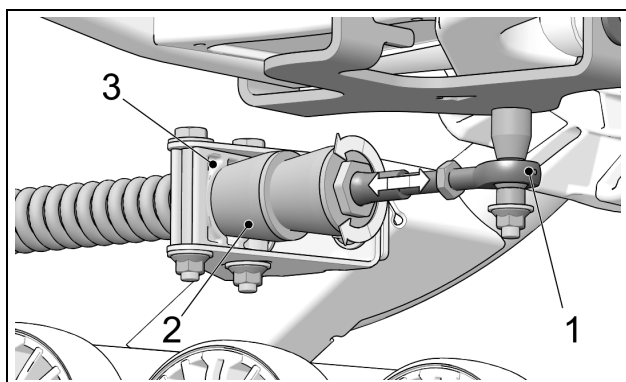

Figure 17
- Ajuster la longueur de l'embout à rotule (1) en tournant l'écrou au bras stabilisateur jusqu'à ce que le cône de caoutchouc (2) touche légèrement le support pivotant (3). Figure 17.